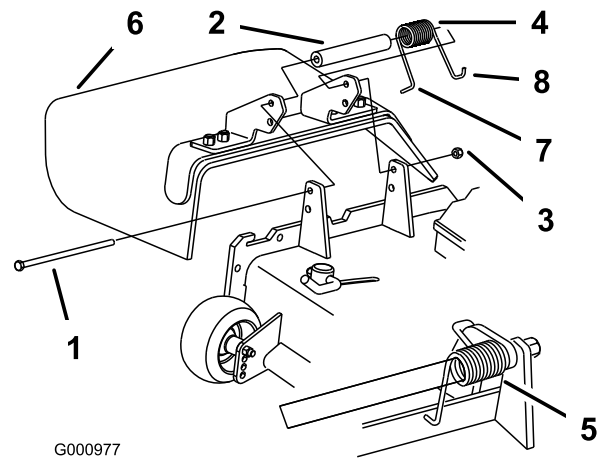

Bild 38
1. Entfernen Sie die Sicherungsmutter, Schraube, Feder und das Distanzstück, mit denen das Ablenkblech an den Drehhalterungen befestigt ist (Bild 38). Entfernen Sie defekte oder abgenutzte Ablenkbleche.
Hinweis: Stellen Sie sicher, dass sich das L-Ende der Feder hinter der Mähwerkkante befindet, bevor Sie die Schraube einführen, siehe Bild 38.
3. Setzen Sie die Schraube und Mutter ein. Führen Sie das J-förmige Hakenende der Feder um das Ablenkblech (Bild 38).